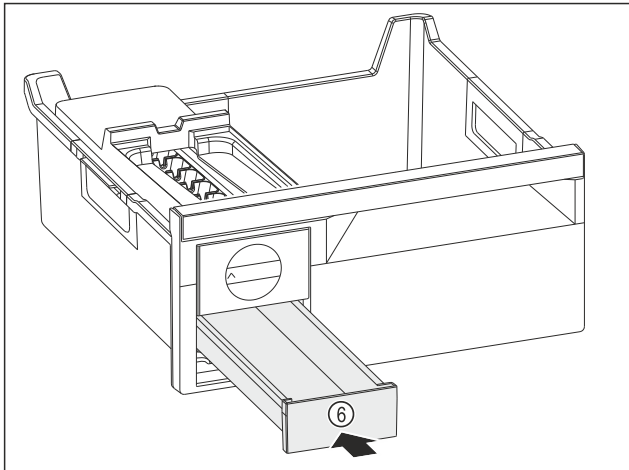

Fig. 298
- ▶ Eiswürfelschubfach Fig. 298 (6) einschieben.